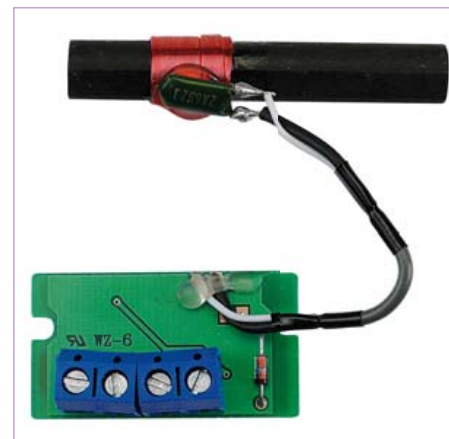

Bild 3. Für die genaue Zeitsynchronisation wird ein DCF77-Empfängermodul verwendet, das auf dem bewährten Temic-DCF77-Empfänger-IC basiert.
An K4 wird das DCF-Modul angeschlossen. Der Anschluss ist für das bekannte Conrad-DCF77-Empfängermodul BN 641138 (Bild 3) ausgelegt, zum Vergleich der Daten stehen auf der Conrad-Website Datenblatt und Schaltplan zur Verfügung. Es werden nur die Anschlüsse 1 bis 3 des DCF77-Empfängers mit Pin1 bis Pin3 von K4 verbunden, der Anschluss 4 des DCF-Moduls (invertierter Ausgang) wird nicht verwendet. Pin 4 von K4 ist mit PD5 des ATmega verbunden und liefert ein Enable-Signal (der Autor brauchte es für ein anderes Modul).
Bild 3. Alle Teile richtig angeordnet, noch ohne Vakuum. Man achte auf das Klebeband (A) und die Klebung des Schlauchs (B). Das andere Ende der Tasche (C) muss nach dem Einlegen der Platine nicht verklebt werden. Es dichtet sich bei Vakuum selbst ab.
In **Bild 3** sieht man das Resultat des Autors. Es sind natürlich auch andere Ausführungen denk- und andere Klebstoffe verwendbar. Die Platine muss bei der gezeigten Tasche dicht am Schlauchende platziert werden, damit die Luft nicht nur um das Schlauchende herum entfernt wird und die Platine ohne ausreichendes Vakuum verbleibt. Ist die Platine gut platziert, kann der Schlauch mit der Pumpe verbunden werden. Sollte sich die Platine nicht nahe genug am Schlauchende anordnen lassen, muss man mit einer Art Hilfsluftkanal nachhelfen. Hierzu legt man ein Stückchen Draht oder einen etwas dickeren Woll- oder Baumwollfaden mit 2...3 mm Stärke vom Schlauchende bis zum Platinenrand. Auf diese Weise entsteht an den Kanten der Platine ein dünner umlaufender Luftkanal, der dafür sorgt, dass sich die Luft gut und gleichmäßig absaugen lässt (siehe **Bild 4**). Der Hilfsluftkanal muss also nicht zwingend hohl sein, denn in den seitlichen Hohlräumen der nicht vollständig an einem Draht anliegenden Plastikfolie findet die Luft immer noch ihren Weg.